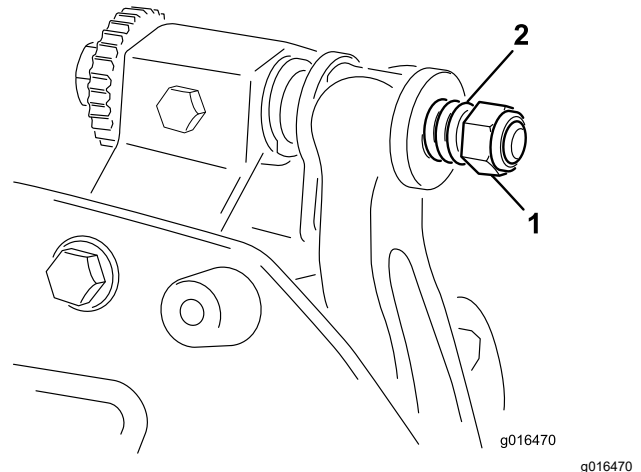

Bild 22
6. Ziehen Sie die Federspannungsmutter an, bis die Feder zusammengedrückt ist, drehen Sie sie dann eine 1/2 Umdrehung heraus (**Bild 22**).